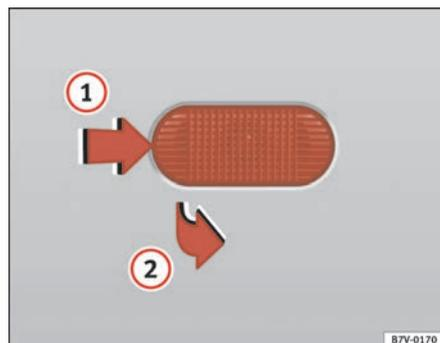

Fig. 163 Indicatori di direzioni laterali
- Spostare l'indicatore di direzione in avanti **1** ⇒ fig. 163 e rimuoverlo **2**.